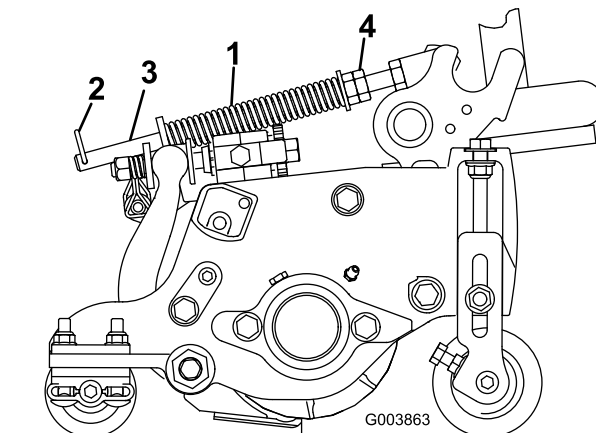

図 13
1. ヘアピン・コッターがスプリング・ロッドの後の穴に差し込まれていることを必ず確認しておいてください（図 13）。
2. スプリングロッド前部の六角ナットを締め、スプリング（圧縮状態）の長さが15.9 cm になるようにする（図 13）。